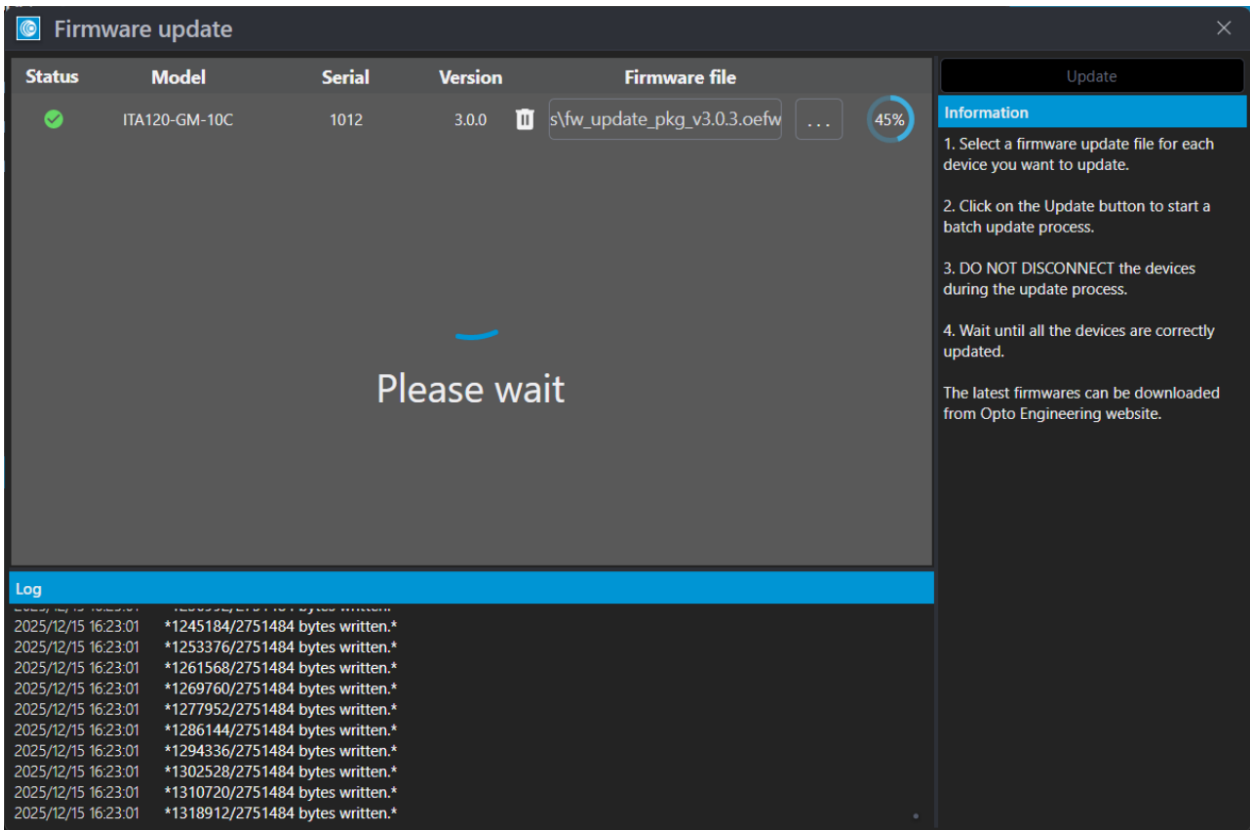

Figure 33: FW-Update in Bearbeitung.
3. **Trennen oder schalten Sie die Geräte während des Aktualisierungsvorgangs nicht ab** (Abb.33). Das Blinken der LED signalisiert, dass die Kamera in den Flash-Speicher schreibt.